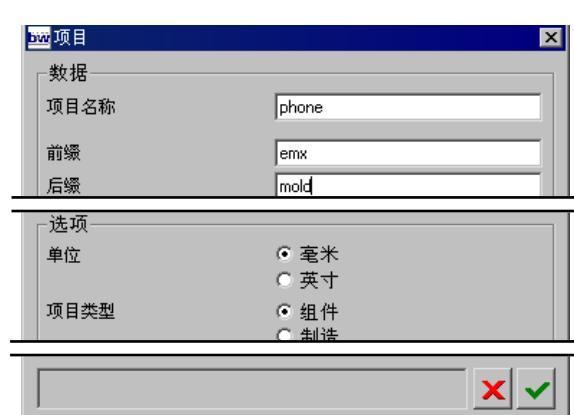

图 31.40 “项目”对话框
Step1. 在 **EMX** 功能选项卡 **项目** 区域中选择 **项目** 选项，系统弹出“项目”对话框；在对话框中进行图 31.40 所示的设置；单击 **√** 按钮，系统进入装配环境。